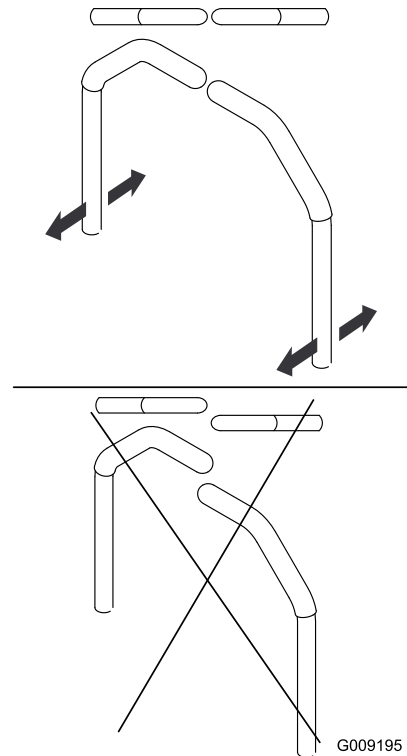

Рисунок 52
9. Вирівняйте важелі в положенні спереду на зад, поєднавши важелі разом у НЕЙТРАЛЬНОМУ положенні, та посунувши їх, доки вони не вирівнюються, потім затягніть болти (Рисунок 52).